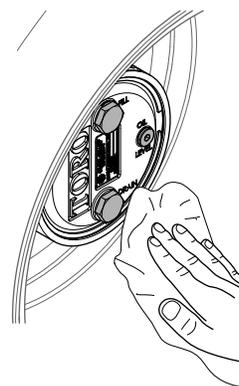

Figure 105
- Essuyez soigneusement les carters de frein et de train planétaire (Figure 105).